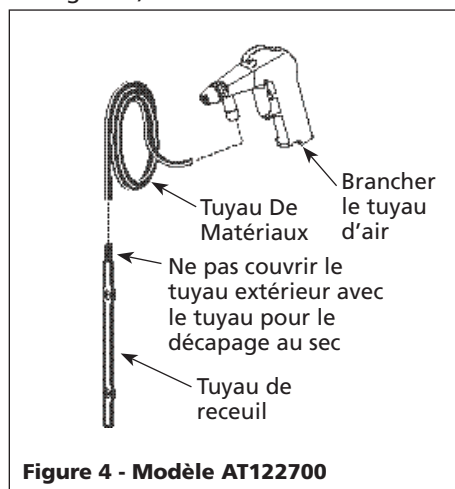

Figure 4 - Modèle AT122700
1. Attacher le tuyau de matériel au tuyau de recueil. Placer le tuyau de recueil dans le sac de matériel. (Voir Figure 4).